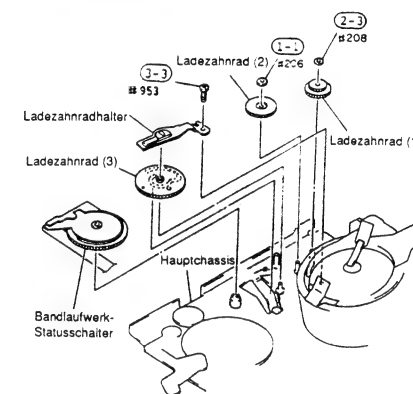
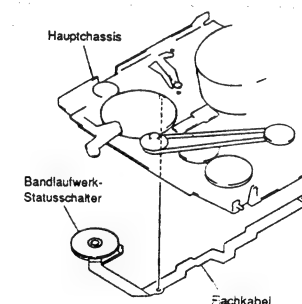

Abb. 2-66
Abb. 2-67
• Hauptchassishalterung (1), (2), (3)	3-4-1
• Vorratsteller-Führungsrolle (2), Vorratsteller-Bandführung, Lademotor	3-6-4
(1) Ladezahnrad (1)
- Eine (1) Scheibe entfernen, mit welcher das Ladezahnrad (2) befestigt ist (siehe Abb. 2-66).
- Das Ladezahnrad (2) aus dem Hauptchassis herausziehen.
(2) Ladezahnrad (1)
- Eine (1) Scheibe entfernen, mit welcher das Ladezahnrad (1) befestigt ist (siehe Abb. 2-66).
- Das Ladezahnrad (1) aus dem Hauptchassis herausziehen.
(3) Ladezahnrad (3), Bandlaufwerk-Statusschalter
- Eine (1) Befestigungsschraube des Ladezahnradhalters entfernen (siehe Abb. 2-66).
- Das Ladezahnrad (3) und den Bandlaufwerk-Statusschalter aus dem Hauptchassis herausziehen.
- Das Flachkabel des Bandlaufwerk-Statusschalters aus dem Hauptchassis herausziehen (siehe Abb. 2-67).
- Hinweis: Nach dem Einbau der Ladezahnrad (1), (2), (3) und des Bandlaufwerk-Statusschalters ist die folgende Einstellung vorzunehmen.